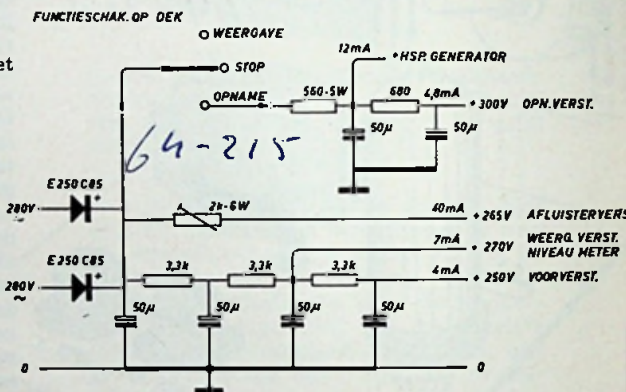

Fig. 11
Omdat de voedingstransformator niet op het chassis is gemonteerd, maar op een „draaischijf” op de bodem van de koffer, is hij ook niet in het schema (fig. 11) getekend; alleen de aansluitpunten aan de hoogspanningswikkeling zijn hier aangegeven, n.l. het midden (0) en de uiteinden (280 V). Op de reservoir-condensator (50  $\mu$ F, geheel links) zijn drie afzonderlijke filtertakken aangesloten, de eerste voor voeding van de weergeefversterker, de